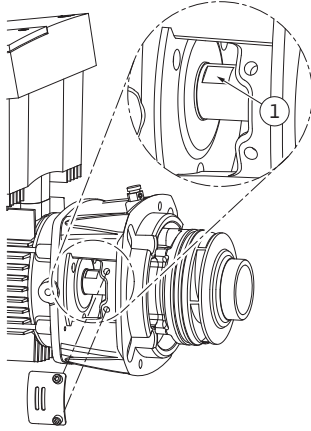

Fig. 48: Surfaces de serrage sur l'arbre
15. Engager une clé à fourche, ouverture optimale 0.9 in (22 mm), dans le regard de la lanterne et maintenir l'arbre au niveau des surfaces de serrage (fig. 48, pos. 1). Dévisser les écrous de la roue (fig. 7, pos. 15). La roue (fig. 7, pos. 16) sort automatiquement de l'arbre.
24. Lors du montage de la roue, engager une clé à fourche, ouverture optimale de 0.9 in (22 mm), dans le regard de la lanterne et maintenir l'arbre au niveau des surfaces de serrage (fig. 48, pos. 1).